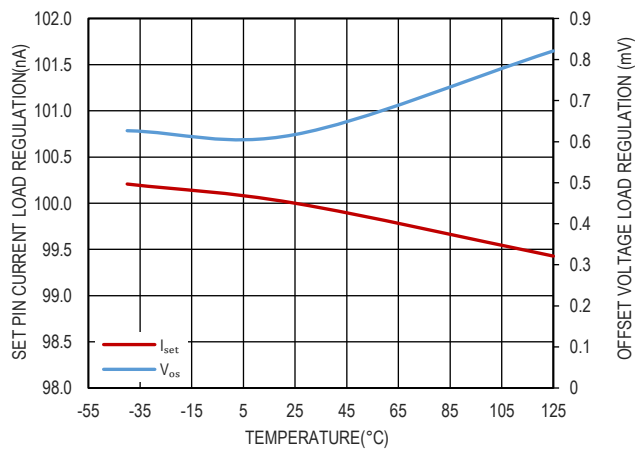

图 9. SET pin 电流温度的关系
VIOC 引脚用于控制前级开关电源（例如降压、升压、降压-升压等），无论 LDO 的输出电压如何，都能保持 GM1205-1 两端的恒定电压，以实现效率最大化的同时又保持 PSRR 的性能。VIOC 引脚是快速单位增益放大器的输出，用于测量 IN 和 OUT 之间的差值或 1.5V，以较高者为准。如图 9 所示，VIOC 特性简单易用。只需将 VIOC 引脚连接到前级开关电源的反馈 (FB) 引脚，就可调节 GM1205-1 的输入输出差分到开关电源的反馈电压。并联多个 GM1205-1 时，将其中一个 GM1205-1 的 VIOC 引脚连接到上游开关转换器的反馈引脚，悬浮剩余 VIOC 引脚即可。